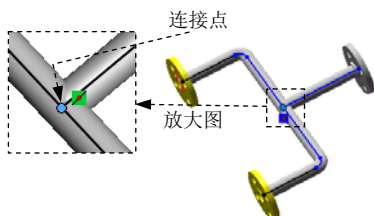

图 11.5.8 定义连接点
Step2. 选择连接点。选取图 11.5.8 所示的连接点并右击，在系统弹出的快捷菜单中选择 **连接(L)** 命令。